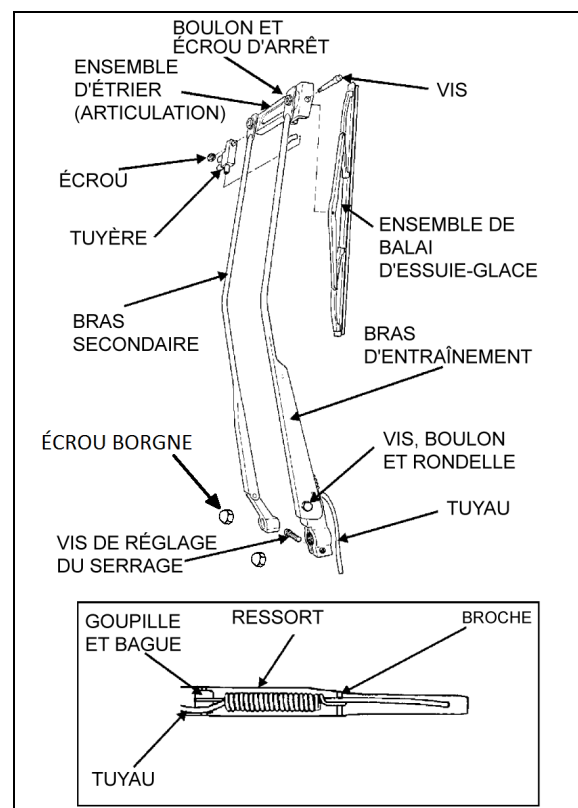

FIGURE 36: ESSUIE-GLACE INFÉRIEUR
1. Enlever les écrous borgnes des axes de pivot du bras d'essuie-glace (Figure 36).